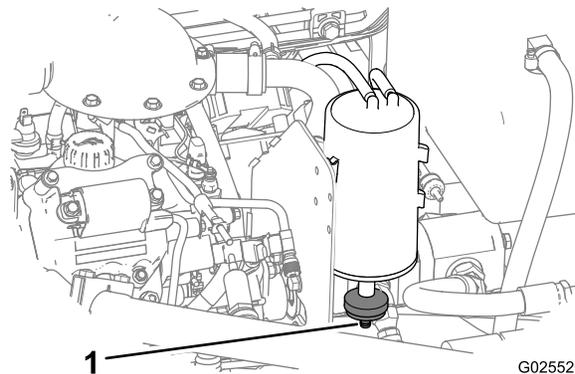

Figure 58
1. Localisez le filtre à air au bas de la cartouche à charbon actif (Figure 58).